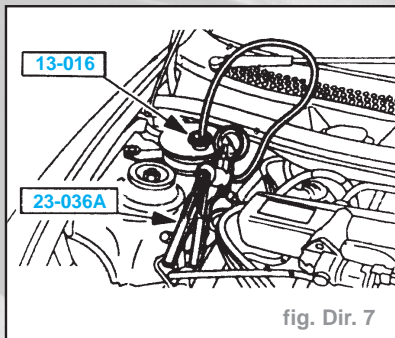

fig. Dir. 7
- Monter l'adaptateur de purge de circuit hydraulique de direction assistée sur le tube de la pompe à vide manuelle et fixer l'adaptateur sur le goulot de remplissage du réservoir (fig. Dir. 7).